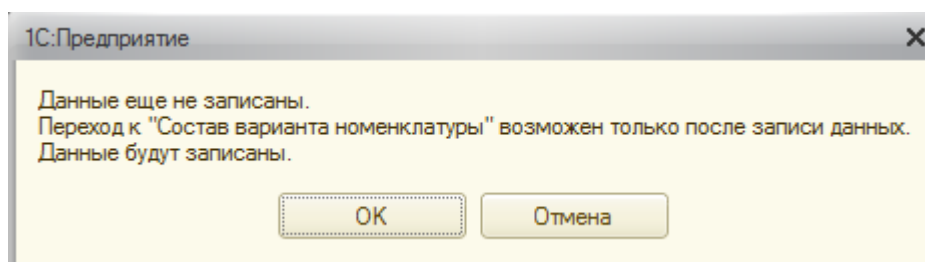

Рисунок 6.18 Подтверждение записи данных
20. Ввести вариант номенклатуры **Белые кабели**. Выполнить команду **Состав вариантов номенклатуры**. На экране появляется предупреждение о необходимости записи данных (рис. 6.18).